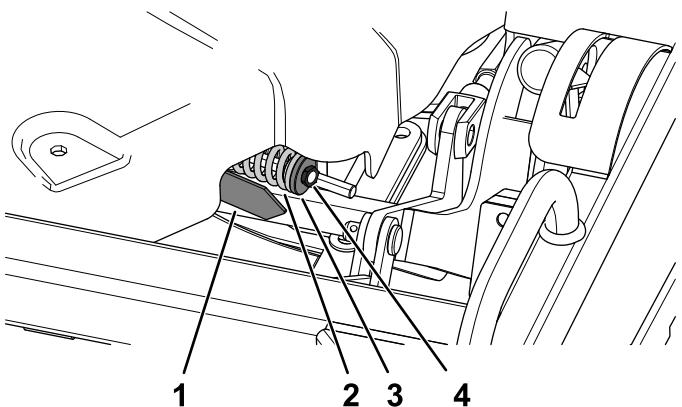

図 132
4. ジャムナットの締めつけを調整して、テンションインジケータの矢印をワッシャの外側表面に合わせる図 132。